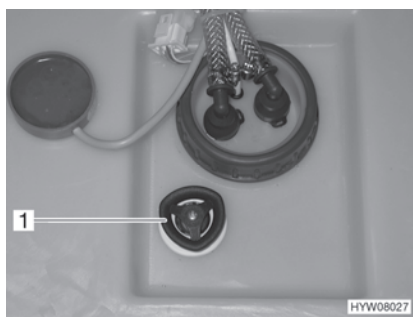

Bild 192 Wassertank mit Drehgriff
- Auf dem Wassertank den Drehgriff (Bild 192,1) im Uhrzeigersinn bis zum Anschlag drehen.
- Auf dem Wassertank den Drehgriff (Bild 192,1) entgegen dem Uhrzeigersinn bis zum Widerstand drehen. Das Wasser läuft bis auf ca. 20 Liter aus.